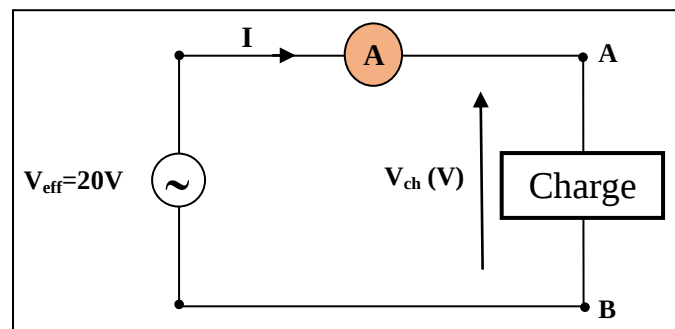

Figure.4. Ampèremètre branché en série avec une résistance.
- ✚ Réaliser le montage de la figure 4 avec le branchement d'ampèremètre,